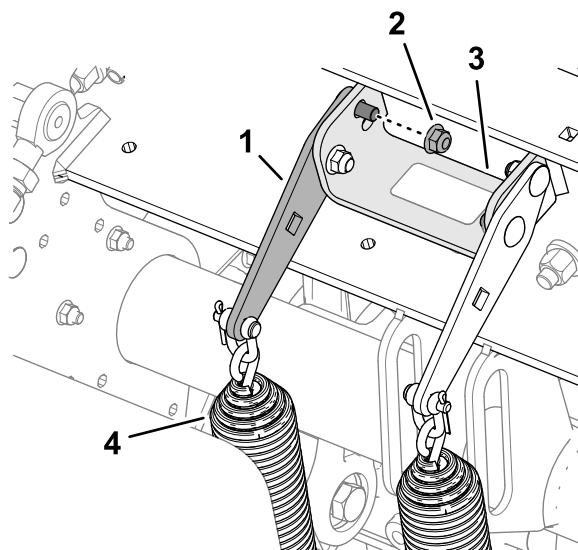

図 109
2. スプリングテンションプレートをコアリングヘッドのサポートブラケットに固定している前側フランジロックナットとキャリッジボルトをゆるめる 図 109。